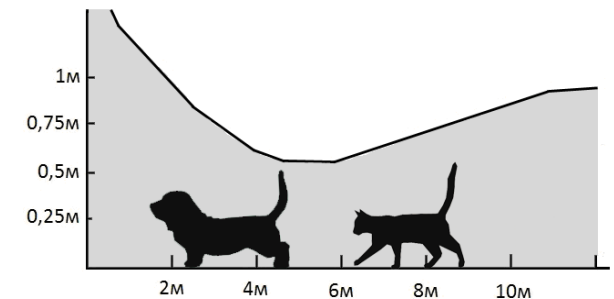

Рис.4 Зона нечувствительности к животным весом до 20 кг
**Примечание:** В случае, если предполагается охрана помещения с находящимся внутри животным, необходимо обеспечить возможность перемещения животного только в зоне, изображенной на рис.4.